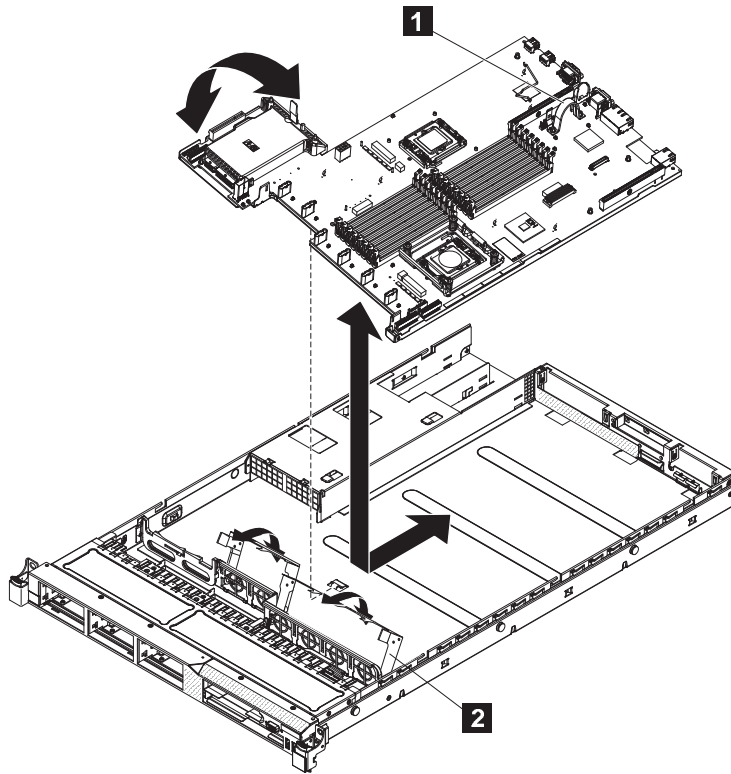

図 274. SAN ボリューム・コントローラー 2145-CG8 または 2145-CF8 システム・ボードの取り外しと交換
18. システム・ボード・ハンドル (311 ページの図 274 の **1**) をつかみ、システム・ボードをスライドさせてノードの後部から離します。システム・ボードの電源機構ユニットに近い方の側面を少し持ち上げて、ロケーター・ピンから外します。次に、311 ページの図 274 に示すように、システム・ボードをノードの左方に少しスライドさせます。